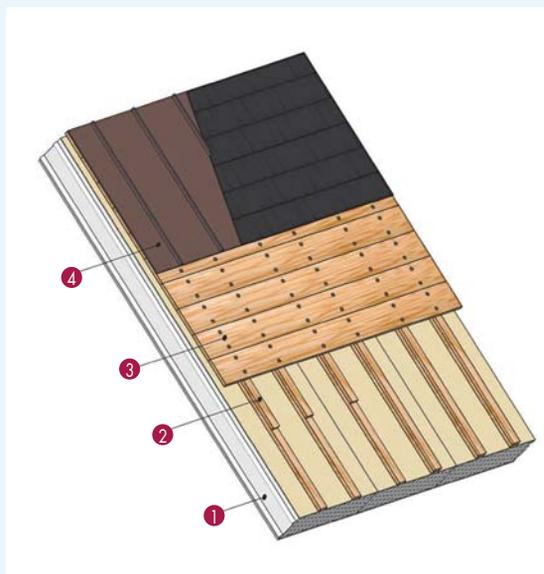

Fig. 4 : Fibratec ULTRA, couverture sur volige
■ Couverture en longues feuilles de zinc ou cuivre, bardeaux bitumés et étanchéité sur voligeage dit jointif (fig. 4) : Pour des longueurs de rampant inférieures ou égales à 12 m :